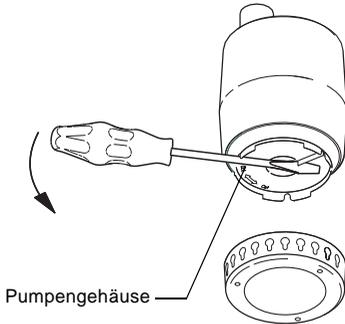

Abb. 12 Abbauen des Pumpengehäuses
3. Das Pumpengehäuse mit einem Schraubendreher um 90° gegen den Uhrzeigersinn drehen. Siehe Pfeil auf dem Pumpengehäuse. Das Pumpengehäuse abziehen. Siehe Abb. 12.